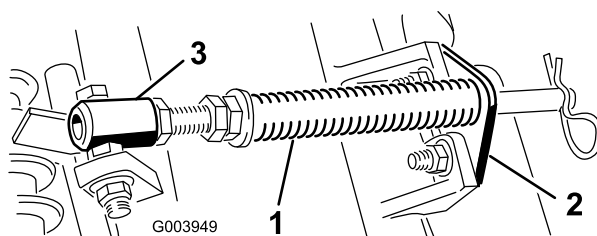

Figura 10
- A. Retire los 2 pernos de cuello cuadrado y las tuercas que sujetan el soporte de la varilla a las pestañas de la unidad de corte (Figura 10).
- B. Retire la tuerca con arandela prensada que fija el perno del tubo del muelle a la pestaña del bastidor de tiro (Figura 10)